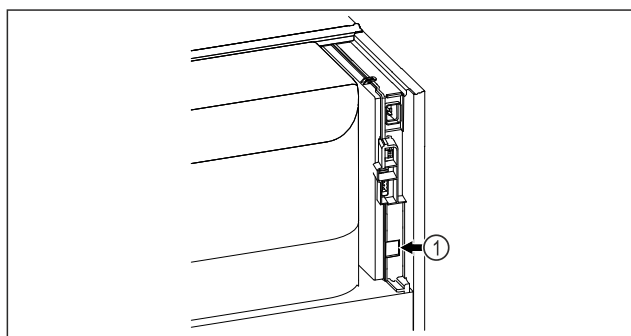

Fig. 73
- SmartModule Fig. 73 (1) on asennettu.